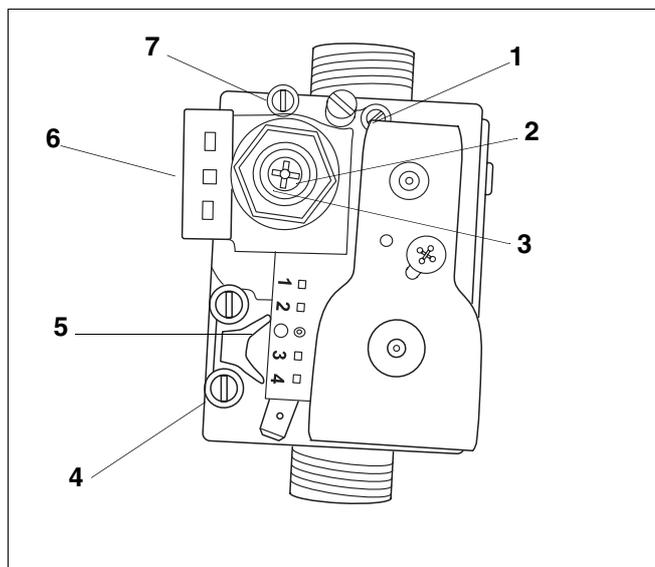
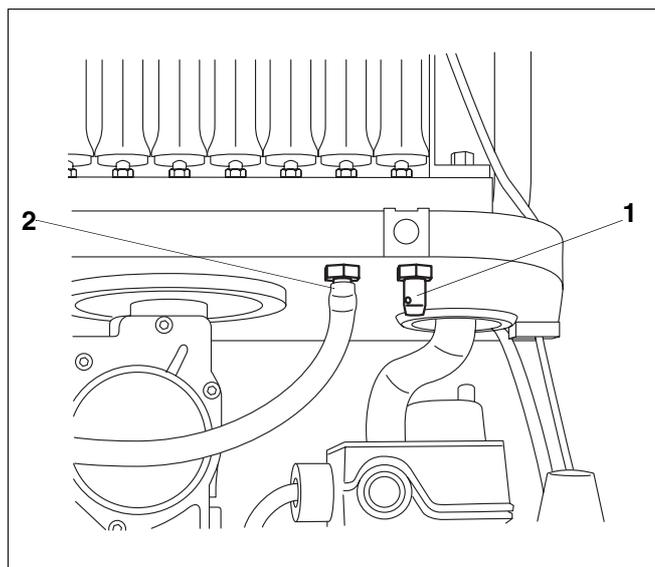

Fig. 21 Apparecchiatura gas SIT
Fig. 23 Presa pressione camera combustione (solo TURBO)
- Svitare la presa di pressione in ingresso e collegare il manometro ad "U" (Fig.21, pos.4).
- Successivamente collegare il manometro ad acqua alla presa di pressione al bruciatore (7), Fig.21.
- Collegare il manometro con tubo ad "U" alla presa di pressione in uscita della valvola del gas (fig. 21) e alla presa di misurazione della caldaia alla camera di combustione (fig. 23) (solo per versione Turbo).